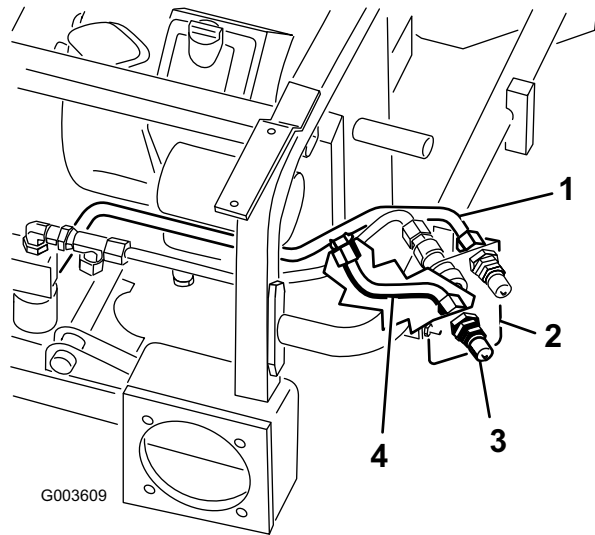

Bild 16
7. Befestigen Sie die Hydraulikleitung Nummer 5 lose an der Hydraulikleitung Nummer 1 und der unteren Kupplung mit Außengewinde (Bild 16).